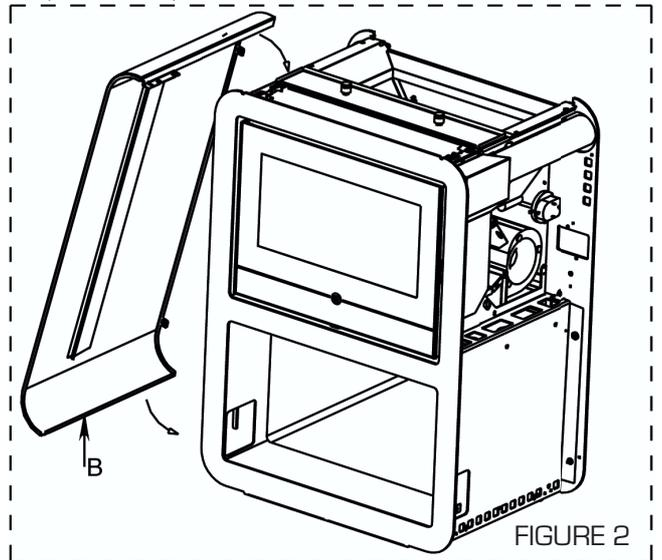
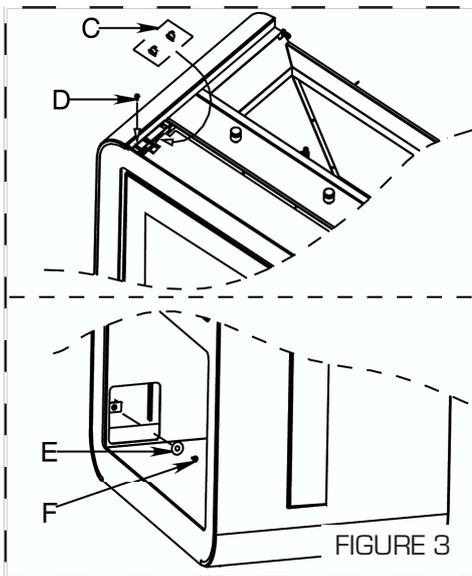
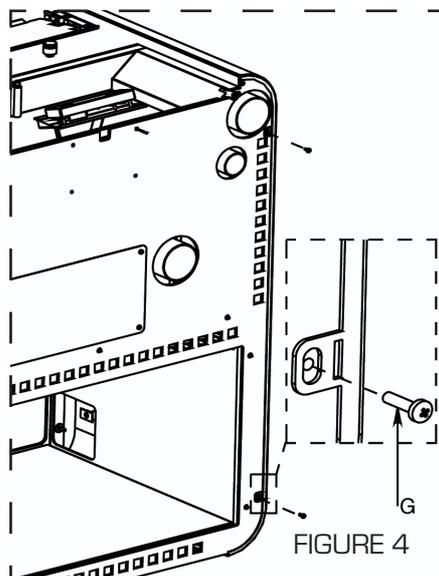

FIGURE 2
FIGURE 3
FIGURE 4
- Monter les revêtements latéraux (B) (Figure 2) en utilisant les vis tbfr 3.9x13 (D), les rondelles 5x20 (E) et les vis tbfr 3.9x13 (F) (Figure 3), et les vis TC 5x16 (G) (Figure 4).
- Placer les languettes autobloquantes pour goujons M5 (C) (Figure 3).